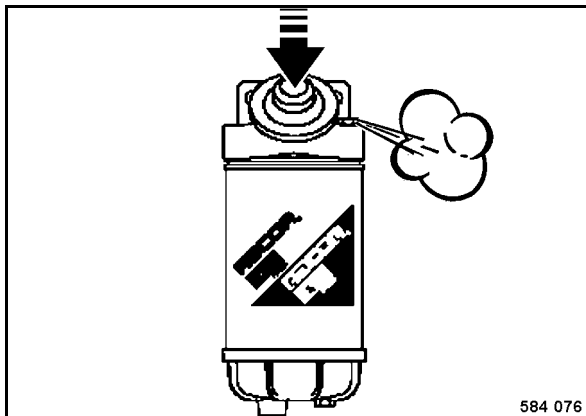

Fig. 114
- Soltar el tornillo de purga de aire (Fig. 114) en el filtro previo de combustible por 2 a 3 pasos de la rosca.
- Accionar la bomba manual tanto tiempo con la mano hasta del tornillo de purga de aire suelto (Fig. 114) sale combustible libre de burbujas.